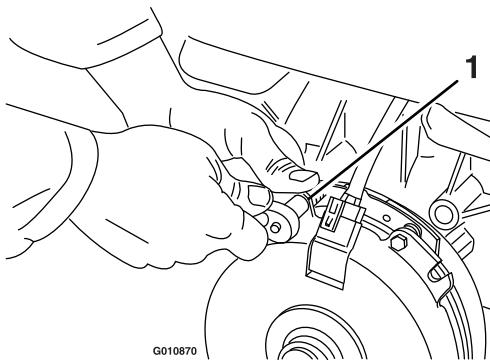

Figura 65
- A. Afloje ambos pernos de montaje del freno entre media y una vuelta, según se muestra en Figura 65.